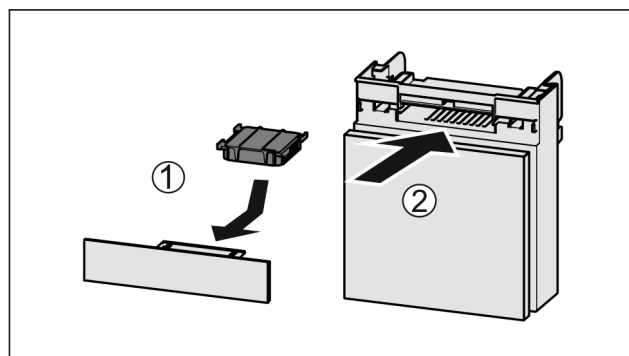

Fig. 37
- ▶ Insérer le filtre à charbon actif d'après le schéma *Fig. 37 (1)*.
- ▶ Insérer le compartiment *Fig. 37 (2)*.